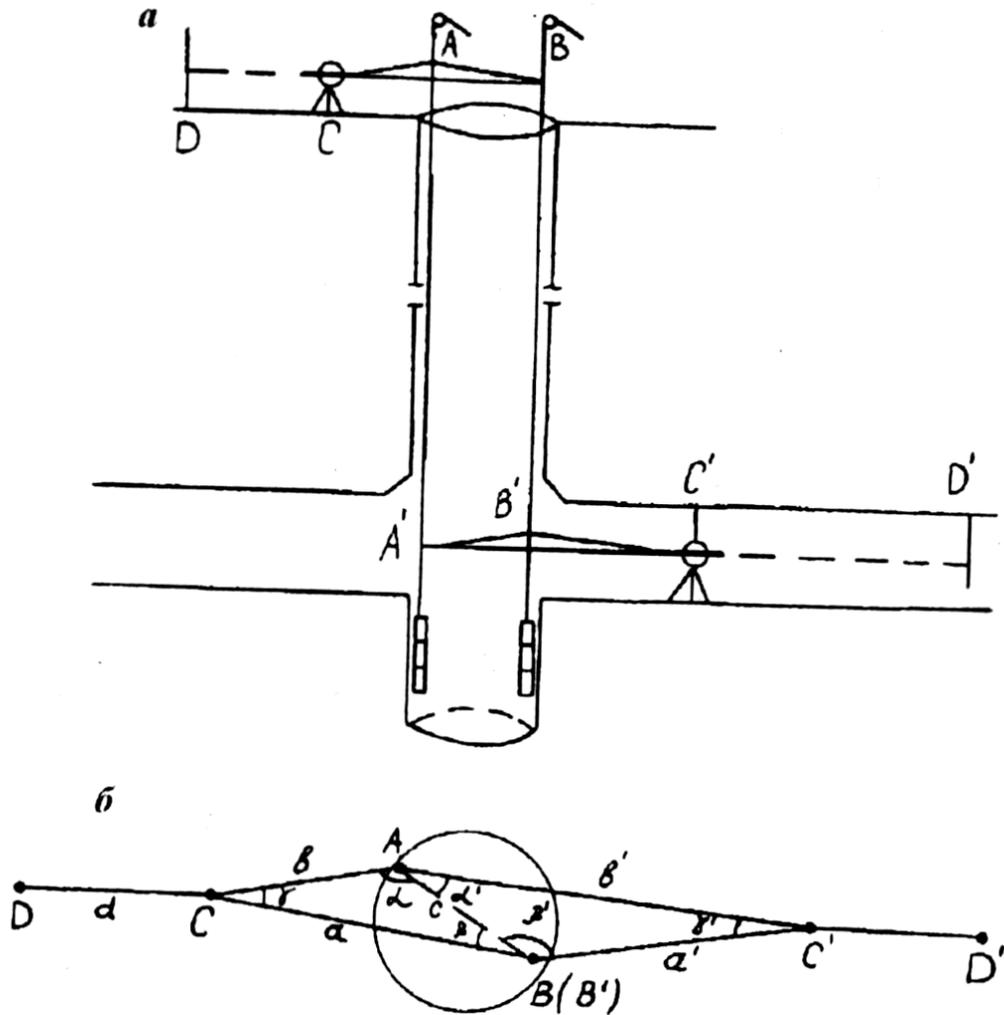

Рисунок 1. Схема соединительной съемки через один вертикальный ствол способом соединительных треугольников: *a* – разрез; *б* – план.
3. Установка теодолита в точке *C* и определение дирекционных углов сторон *CA* и *CB* соединительного треугольника *ABC* на поверхности (см. рис. 1).